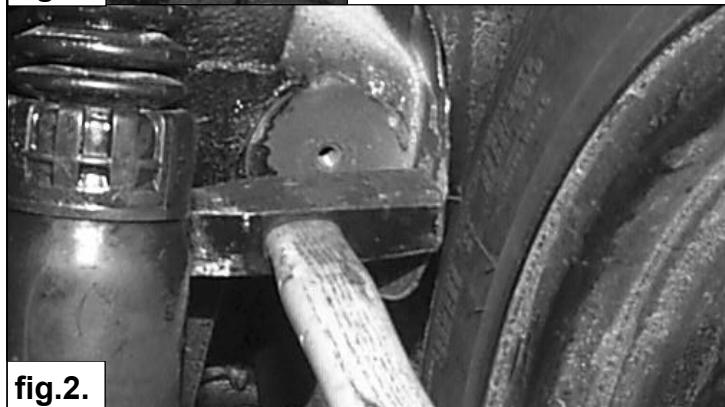

fig.2.
4. Böj ut plåt blecket 5mm mot utsidan, på den plats där gemonslagsgummi satt. Se fig.2.
9. Montera hjälpfjäder **C** på gummi **R**, med ände **E** framåt i bilens färdriktning. Se fig.2.